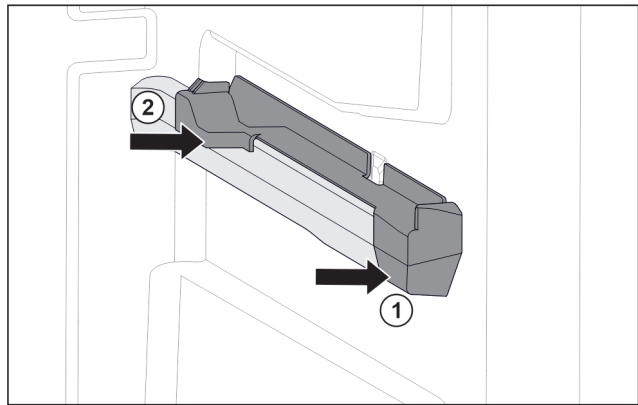

Fig. 76 Sağ hazne tutma çıkıntısı üzerindeki geçmeli parça
- ▶ Geçmeli parçayı önden hazne tutma çıkıntısına yerleştirin. Fig. 76 (1)
- ▶ Geçmeli parçaya arkadan bastırın. Fig. 76 (2)